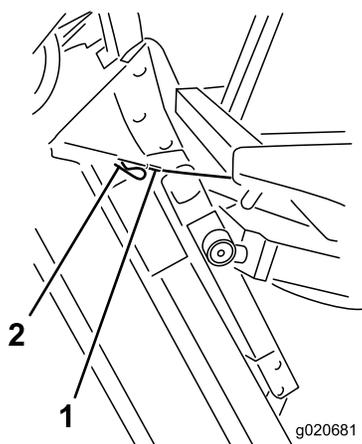

Figura 71
9. Sujetando la unidad de corte en posición vertical, coloque el extremo del cable sobre el pasador del brazo de elevación de la unidad de corte y fíjelo con el pasador de horquilla (Figura 71).